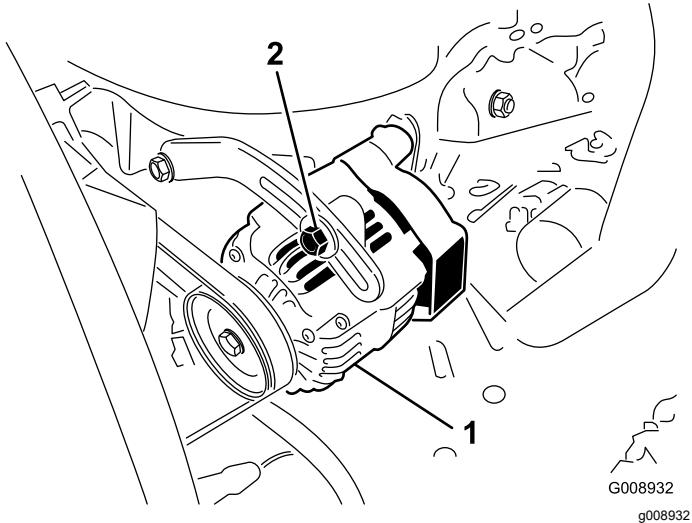

Figura 47
2. Si la desviación no es de 10 mm ($\frac{3}{8}$ "), afloje los pernos de montaje del alternador (Figura 47).